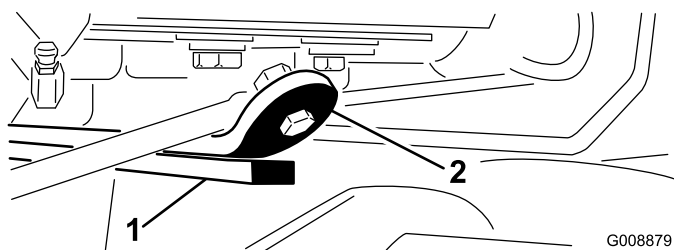

Figura 25
3. Avviate il motore, sollevate i bracci di sollevamento e verificate che il gioco tra la cinghia di usura sopra la barra di usura dell'apparato di taglio posteriore e la cinghia paracolpi sia di 0,51-2,54 mm (Figura 25).